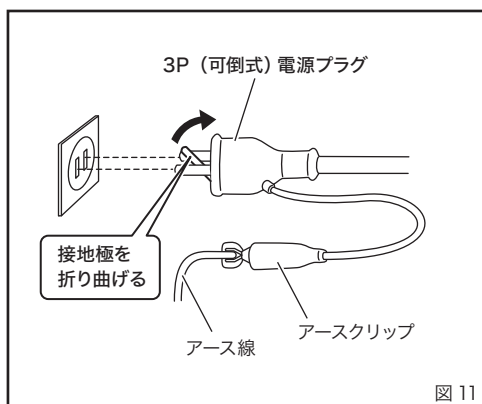

図 11
6. 使用する電源について (図 11)
- ・ アースは、接地極のある電源コンセントに 3P (可倒式) 電源プラグを差し込んで行ってください。接地極のない電源コンセントに接続するときは、接地極を折り曲げて電源コンセントに差し込み、アースクリップを使用してください。(図 11)